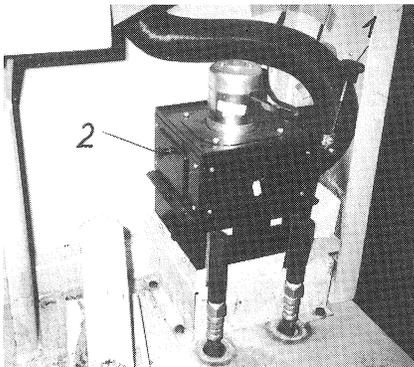

Bild 20
- (2) Zugknopf (Bild 20/1) in "Winterstellung" bringen (Zugknopf hochziehen)
- (3) Soll der Fußraum mitbeheizt werden, wird die Klappe (Bild 20/2) geöffnet (Klappe nach links schwenken)